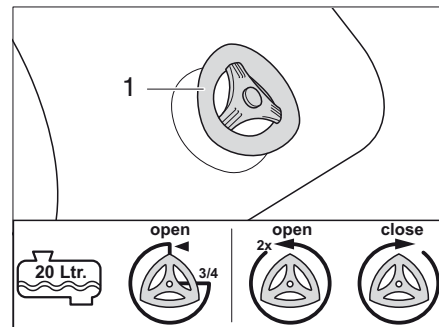

Bild 351 Avtappningskran
- 1/2 full eller mindre: Vrid avtappningskranen (Bild 351,1) ett 3/4-varv moturs. Vattnet rinner ut.
- 3/4 full och mer: Vrid avtappningskranen (Bild 351,1) 2 varv moturs. Vattnet rinner ut.
- Stäng avtappningskranen (Bild 351,1) medurs.